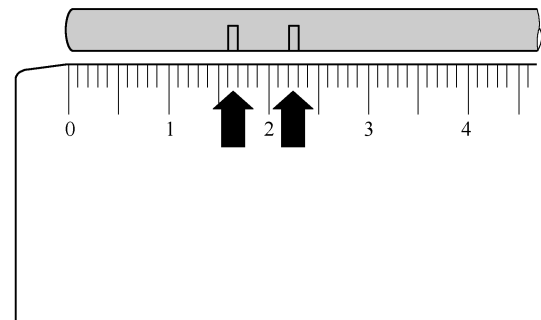
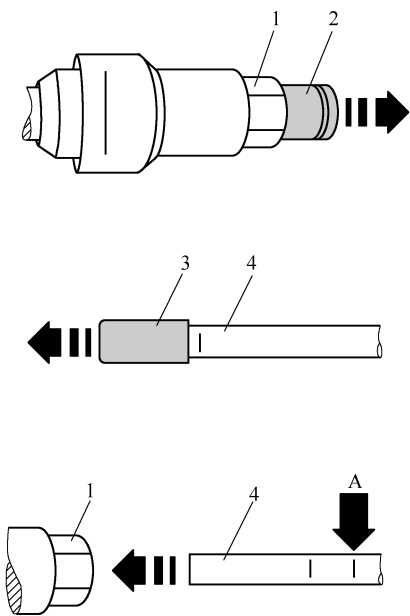

图 4-2-14 检查空气管路连接件插入深度
图 4-2-16 空气管路的安装
(1) 清洁连接件和相应的松开部位。旋出连接件，拆下空气管路，然后在汽车中旧空气管路的末端和新空气管路的两头用防水笔做上记号。
(2) 用 17mm 或 22mm 的标记长度检查空气管路插入连接件是否足够深，如图 4-2-14 所示。
(1) 清洁连接件区域，旋出连接件，然后拆下空气管路。
(2) 将切割环从空气管路上拆下。用切断钳 V. A. S 6228 将切割环压力部位后面的空气管路笔直切下，然后用防水笔将汽车中空气管路的末端做上标记。
(3) 用 17mm 或 22mm 的标记长度检查空气管路插入连接件是否足够深，如图 4-2-14 所示。
(4) 用手拧入新连接件后拧紧。
(5) 如图 4-2-16 所示，在插上空气管路 4 之前，